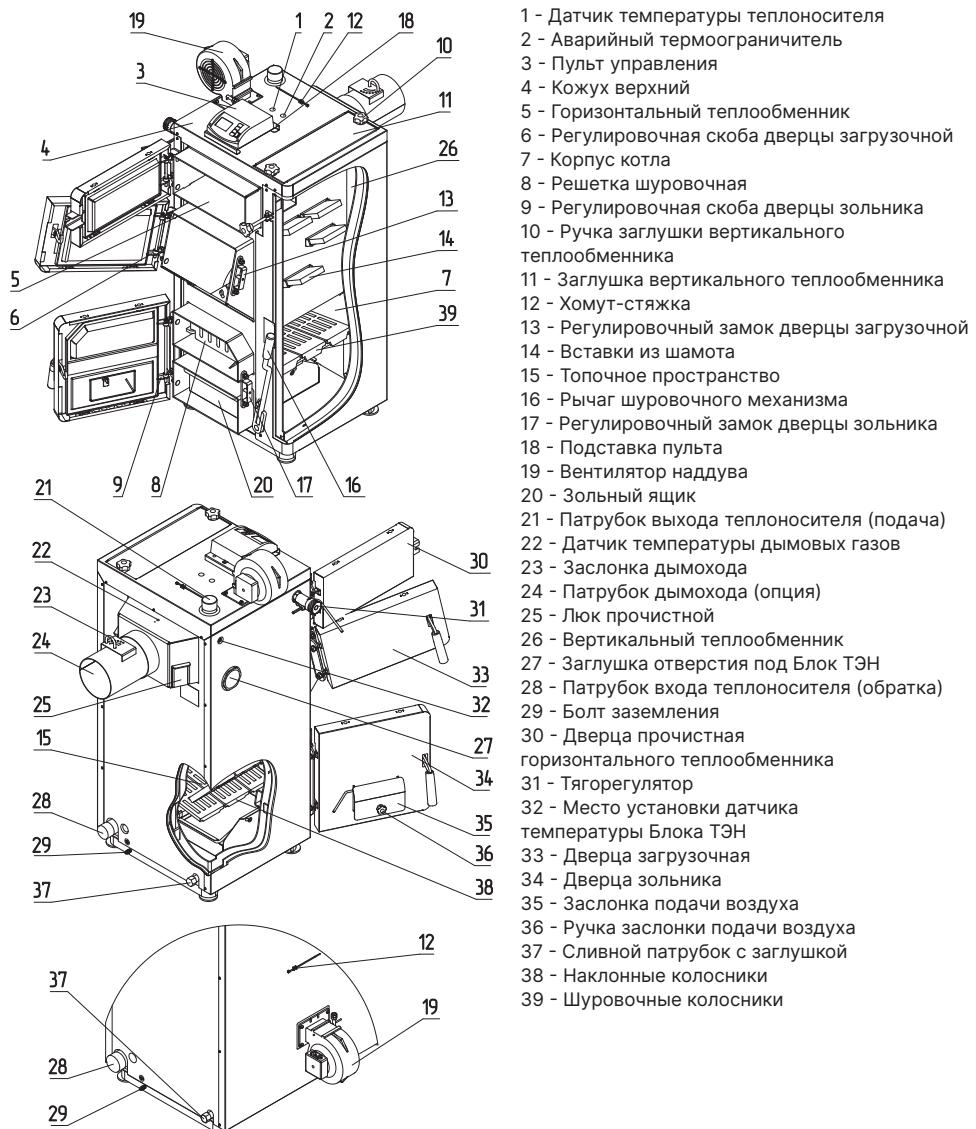

Рис.1 Конструкция отопительного котла
- Эксплуатация котла без зольного ящика (**Рис.1, 2, поз.20**);
- Эксплуатация котла при неправильном расположении рычага шировочного механизма (**Рис.1, 2, поз.16**).
- Открыть загрузочную дверцу (**Рис.1, 2, поз.33**), кочергу, совок, коробку и паспорт из топки котла;